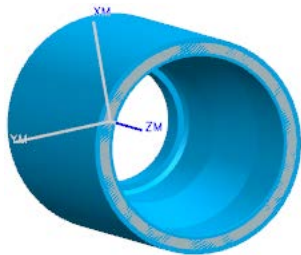

图 7.4.18 3D 仿真结果
Step2. 单击“刀轨可视化”对话框中的 **3D 动态** 选项卡, 采用系统默认参数设置, 调整动画速度后单击“播放”按钮 , 即可观察到 3D 动态仿真加工, 加工后结果如图 7.4.18 所示。